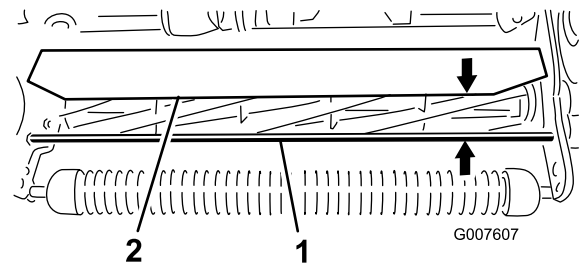

图52
- 分别测出前支撑杆顶部到滚刀组两端的护罩前唇的距离（图52）。